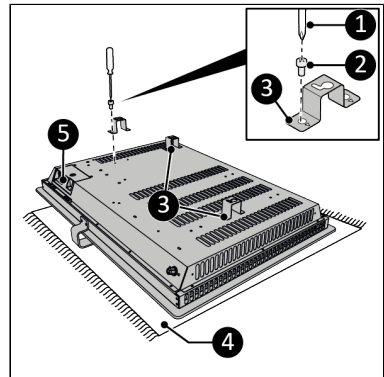

Abbildung 45.
12. Legen Sie das Gerät auf eine stabile weiche Oberfläche (Abbildung 45, Pos. 4).
13. Schrauben Sie drei Halterungen (Abbildung 45, pos. 1) auf beiden Seiten des Hauptkörpers (Abbildung 45, pos. 5) mit einer kleinen Schraube (Abbildung 45, pos. 2) mit einem Kreuzschlitzschraubendreher (Abbildung 45, pos. 3) fest.